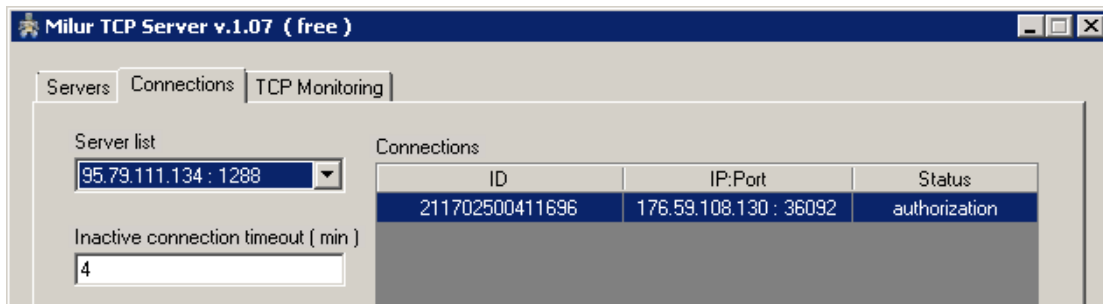

Рисунок 30
- на вкладке «Connections» в поле «Connections» на выбранном порту отобразится подключение с серийным номером GSM-модуля счетчика (рисунок 30).